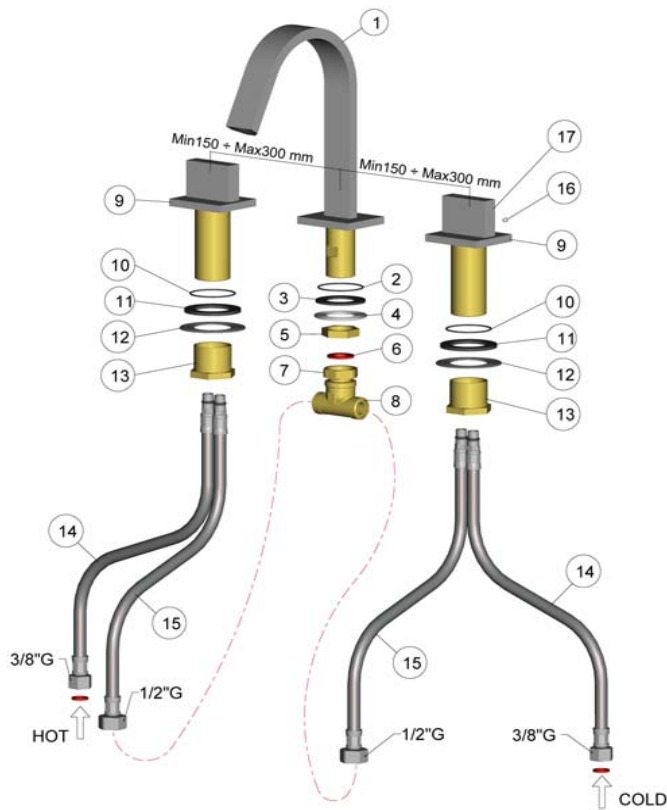
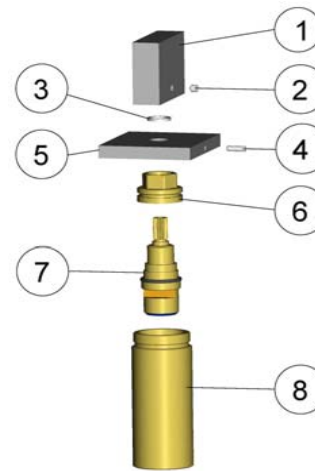
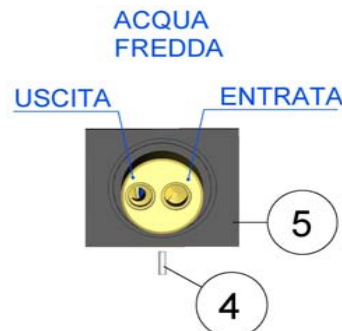
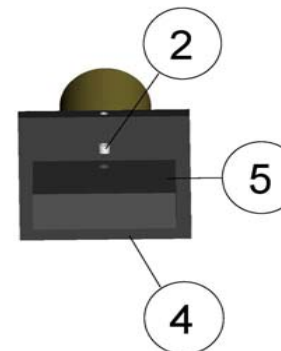

Fig.1
Fig.2
Fig.3
Fig.4
- scollegare i flessibili (14) e (15) dalla piantana (9) a cui si deve sostituire il vitone (v. Fig.1);
- svitare il dado (13) ed estrarre i componenti (12-11) (v. Fig.1);
- estrarre la piantana (9) dal piano sanitario;
- svitare il grano (2) dalla maniglia (1) con una chiave a brugola **Ch2** ed estrarre la maniglia (v. Fig.2);
- estrarre l'anello antifrizione (3) (v. Fig.2);
- svitare il grano (4) posto dietro la bassetta (5) con la chiave a brugola **Ch2** (v. Fig.2);
- svitare la bassetta (5) ruotando in senso antiorario (v. Fig.2);
- svitare il dado (6), posto sul vitone, con una chiave a bussola **Ch17** ruotando in senso antiorario (v. Fig.2);
- prendere la maniglia (1), inserirla sulla broccia del vitone (7) e svitare quest'ultimo ruotando in senso antiorario (v. Fig.2);
- sostituire il vitone (7) con quello nuovo ed avvitarlo nella piantana (8), con l'ausilio della maniglia (1), fino a che non arrivi in battuta (v. Fig.2);
- avvitare il dado (6) con la chiave a bussola per fissare il vitone;
- avvitare la bassetta (5) alla piantana (8) e mandarla in battuta, dopodichè regolarla cercando di tenerla allineata con i fori della piantana e fissare con il grano (4) come indicato in Fig.3;
- a questo punto inserire l'anello antifrizione (3) sull'asta del vitone (7) e posizionare la maniglia (1) cercando di allinearla alla bassetta (5) (v.Fig.4);
- se ci sono problemi di allineamento è sufficiente allentare il grano (4) e ruotare leggermente la bassetta (5);
- infine fissare i grani (4) e (5) e posizionare la piantana seguendo le istruzioni sottostanti alla Fig.1.